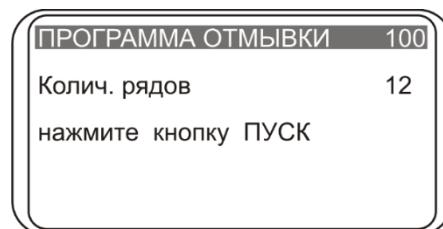

Рисунок 6. Установка количества промываемых рядов
- 5.11. Если необходимо промыть меньшее количество рядов, чем стандартные 12 рядов планшета, перед запуском нажмите кнопку **Возврат/Ряд**. Программа отображает надпись (рис. 6).
- 5.15. Во время работы прибора на дисплее высвечивается (рис. 6), количество оставшихся циклов. Если действие связано со счетом времени (замачивание, встрихивание), отображается оставшееся время данного действия.